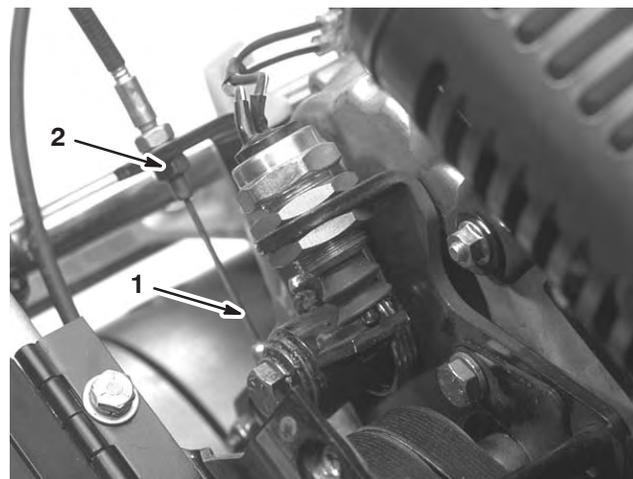

Figure 42
- Pour accroître la tension du câble, desserrez l'écrou de blocage avant et serrez l'écrou de blocage arrière (Fig. 42) jusqu'à ce qu'une force de 1,5 à 2,3 kg soit nécessaire pour engager la transmission aux roues. Mesurez la force au bouton de commande.